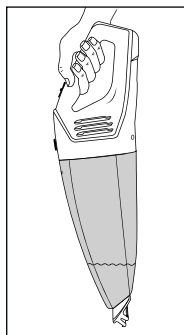

Fig. 3
- ▶ Après avoir aspiré les liquides, nettoyer immédiatement le bac à déchets ❶, sinon les bactéries et germes vont proliférer. Veiller à ce que le sac à poussière ❹ ait entièrement séché avant d'utiliser à nouveau l'appareil.
- ▶ Après avoir aspiré des liquides, portez toujours l'appareil avec l'embout pour aspiration de liquides ❶ pointant vers le bas (voir fig. 3):